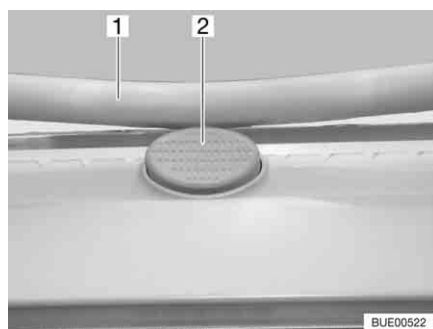

Fig. 32 Bottone di sicurezza sull'oblò Heki
- Premere il bottone di sicurezza (Fig. 32,2) e tirare verso il basso la staffa (Fig. 32,1) con entrambe le mani.
- Premere la staffa verso l'alto con ambedue le mani, finché la staffa non poggia al di sopra del bottone di sicurezza (Fig. 32,2).